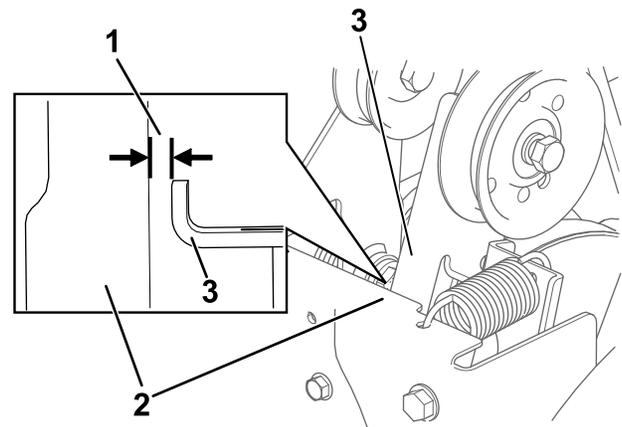

Bild 31
3. Kuppeln Sie den Räumwerk- bzw. Antriebsradhebel aus und stellen Sie sicher, dass der Abstand zwischen dem Schneckenkupplungsarm und dem Rahmen der Maschine 1,5 mm beträgt, wie in **Bild 31** dargestellt.